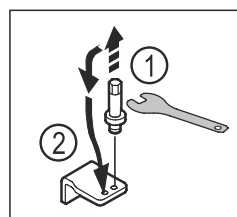

Fig. 21
- ▶ Отвийте болта на долната лагерна стойка с външен шесткантов ключ SW5. Fig. 21 (1)
- ▶ Поставете болта от другата страна. Fig. 21 (2)